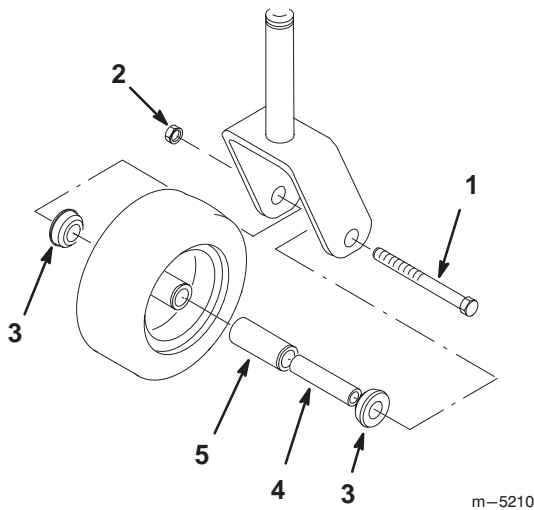

Bild 62
1. Entfernen Sie die Sicherungsmutter und die Radschraube, mit denen das Laufrad an der Laufradgabel befestigt ist (Bild 62).
2. Entfernen Sie eine Büchse und ziehen dann die Steckbüchse sowie das Rollenlager aus der Radnabe heraus (Bild 62).
3. Entfernen Sie die andere Büchse aus der Radnabe und entfernen Fett- und Schmutzrückstände aus der Nabe (Bild 62).
4. Kontrollieren Sie das Rollenlager, die Büchsen, die Steckbüchse sowie die Innenseite der Radnabe auf Verschleiß. Tauschen Sie alle defekten und abgenutzten Teile aus (Bild 62).
5. Stecken Sie zum Zusammenbauen eine Büchse in die Radnabe. Fetten Sie das Rollenlager und die Vierkantbüchse ein und schieben beide in die Radnabe. Stecken Sie die zweite Büchse in die Radnabe (Bild 62).
6. Bringen Sie das Laufrad in der Laufradgabel an und sichern es mit der Radschraube und Sicherungsmutter ab. Ziehen Sie die Sicherungsmutter so weit fest, dass die Vierkantbüchse auf die Innenseite der Laufradgabeln trifft (Bild 62).